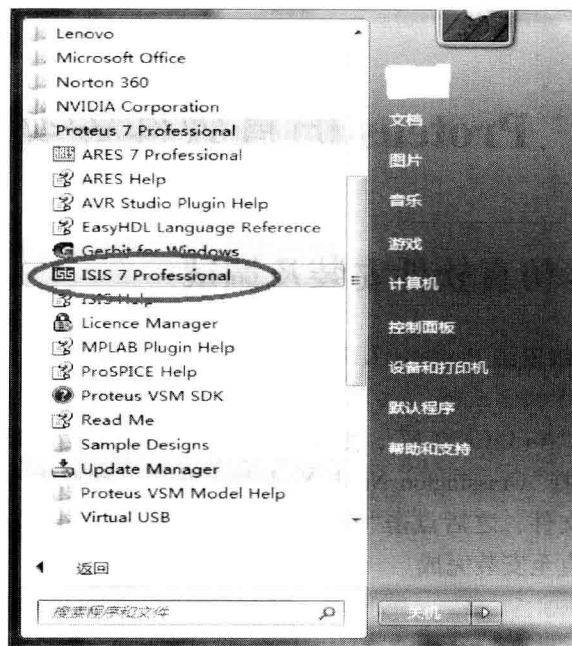

图 3-4 启动 Proteus
② 安装完毕后运行“crack→LXK Proteus 7.5 SP3 v2.1.3. exe”, 点“Browse”选择安装路径, 然后点“Update”即可。之后就可以在程序目录中点击相应图标即可启动软件, 如图 3-4 所示。
① 先通过 Keil C51 编辑、修改、编译源程序并生成“. HEX”等单片能识别的文件, 运行“proteus”将“. HEX”文件与原理图中的 MCU 进行绑定;